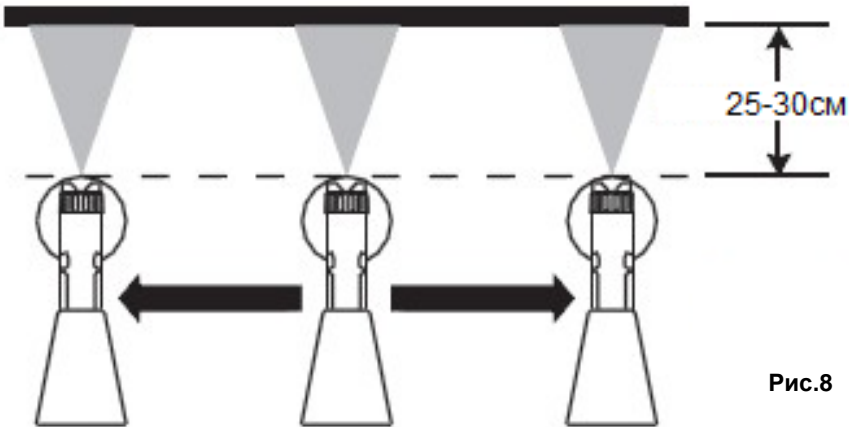

Рис.8
- Всегда держите краскопульт параллельно горизонту и распыляйте перпендикулярно окрашиваемой поверхности с расстояния примерно 25-30 см. Выдерживайте равномерное расстояние до обрабатываемой поверхности (Рис. 8). Двигайте краскопульт рукой, а не запястьем.